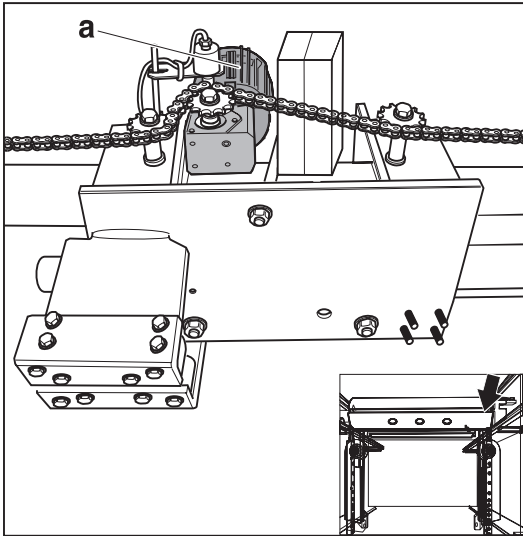

Figura F.17: Motor de movimentação barras laterais de alta pressão
- movimentar as barras laterais de alta pressão (figura F.17),